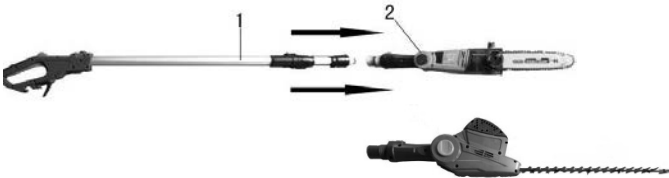

Рис. 1 (А)
1. Установите штангу высотореза (1, рис. 1(А)) в гнездо пильной/кусторезной насадки высотореза (2, рис. 1 (А)).
2. Убедитесь, что кнопка фиксатора насадки (16, рис.1) зафиксировалась в соответствующем отверстии в насадке пилы.
- Ослабьте рукоятку натяжения цепи (11, рис. 1).
- Отрегулируйте натяжение цепи вращением боковой муфты рукоятки натяжения цепи (11, рис. 1).
- Окончательно затяните рукоятку натяжения цепи (11, рис. 1).
- Отрегулируйте натяжение цепи вращением боковой муфты рукоятку натяжения цепи (11, рис. 1).
- Затяните рукоятку натяжения цепи (11, рис. 1).
Для заливки масла отвинтите крышку маслозаливной горловины (14, Рис.1), и наполните масляный бачок маслом выше отметки «min». Масло для цепи не должно содержать никаких посторонних включений, которые могли попасть в него в процессе хранения и заливки в емкость. Перед заливкой убедитесь, что емкости, которые Вы будете использовать, не содержат песка, абразивной пыли и тому подобных включений. Контроль уровня заливаемого масла производится через индикатор уровня масла.
Для включения высотореза одновременно нажмите кнопку блокировки случайного включения (4, Рис.1) и курок выключателя (15, Рис.1) на рукояти высотореза. Цепь придет в движение, и можно приступать к работе.